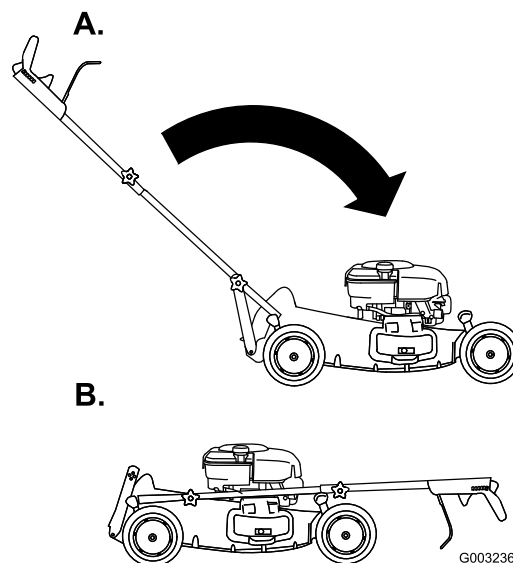

Figure 41
3. Pliez la partie supérieure du guidon en avant (Figure 41).